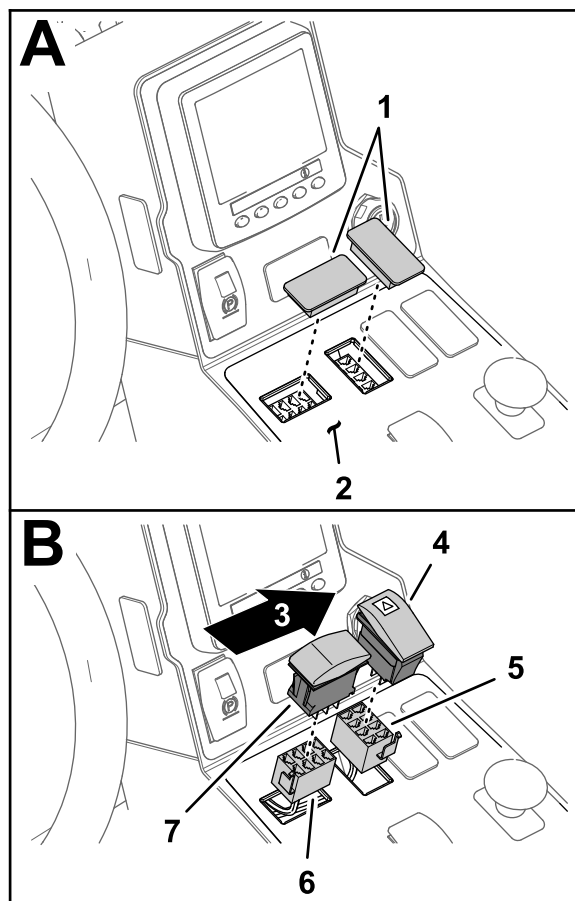

**Figura 11**
- Retire los 4 tornillos con arandela prensada ( $\frac{1}{4}$ " x  $\frac{5}{8}$ ") que sujetan la cubierta delantera al brazo de la consola, y retire la cubierta (Figura 11).